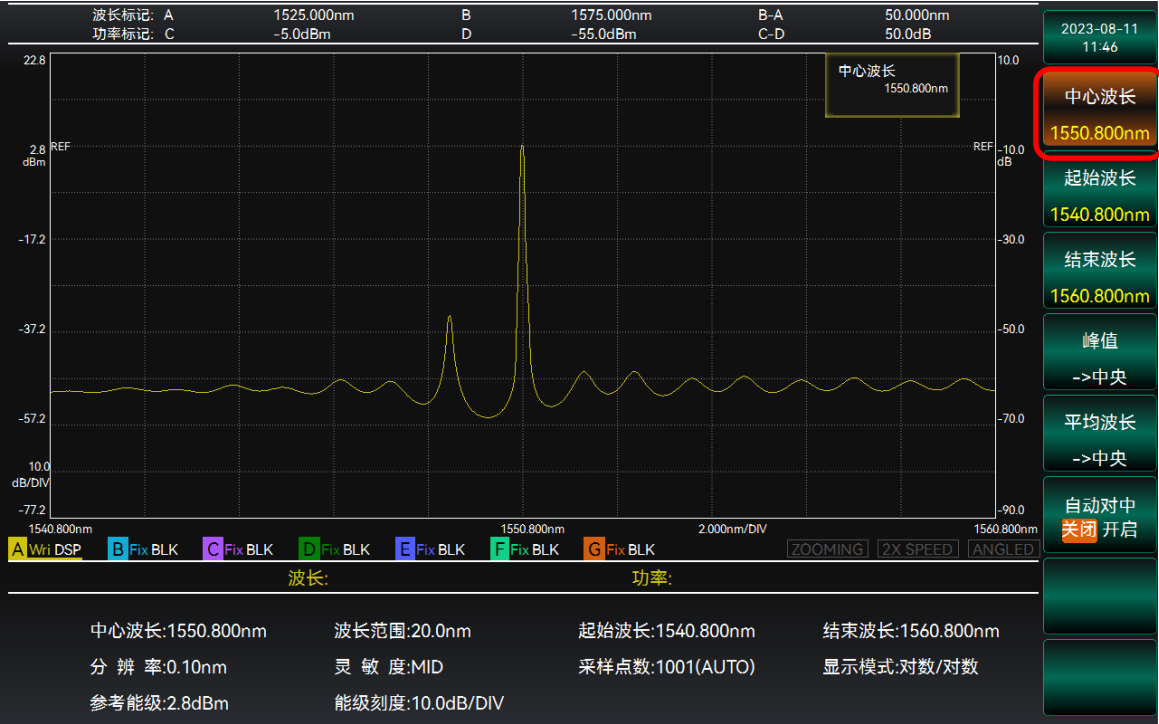

图 3.20 设置中心波长界面
2. 选择【中心波长】/【起始波长】/【结束波长】，通过旋钮或者数字键输入波长值，完成设置。操作界面如图 3.20 所示。